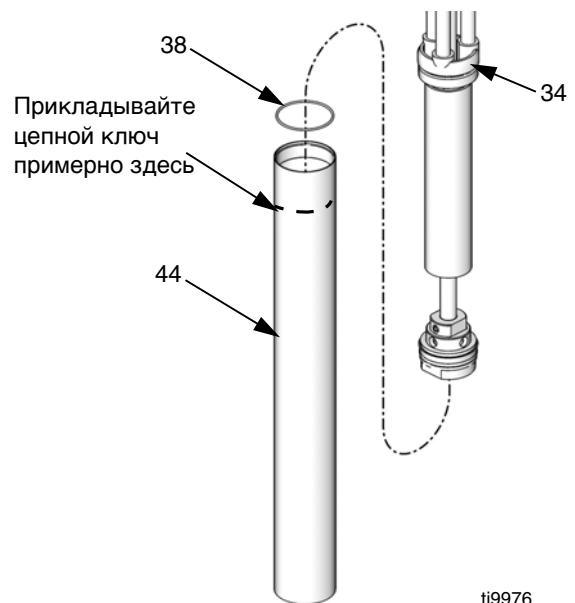

Рис.19
- 5 Извлеките всасывающий трубопровод (44) из корпуса насоса (34). См. Рис.19.
- 6 Проверьте уплотнительное кольцо (38) на корпусе насоса и всасывающий трубопровод на повреждения. См. Рис.19.